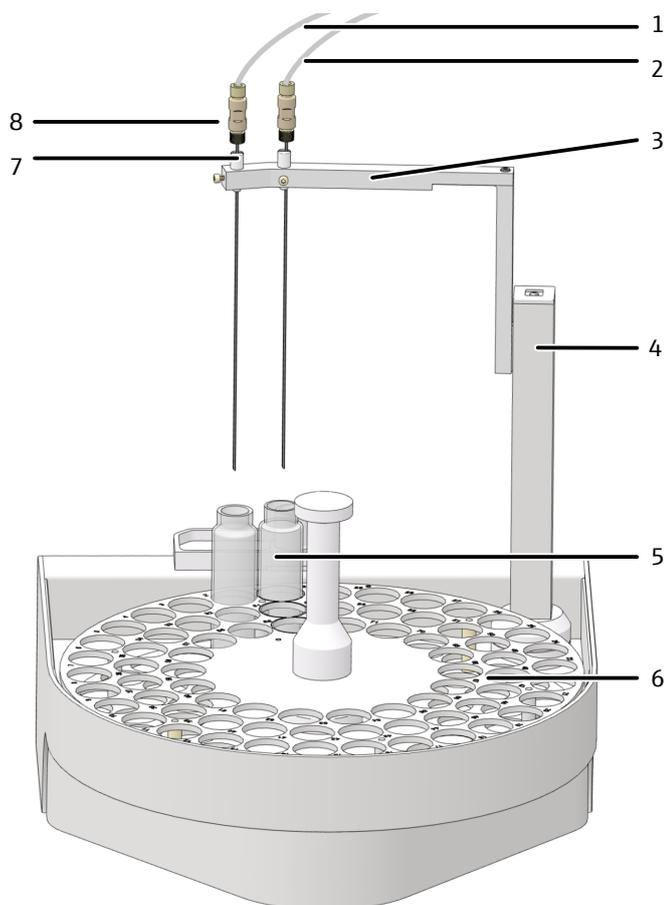

图 25 AS vario自动进样器的布局
- ▶ 对于使用平行吹扫进行的 NPOC 测量：在套管底座的两个位置分别插入一个带套筒的套管 (图 25 43)。